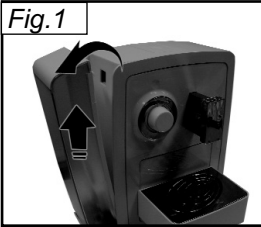
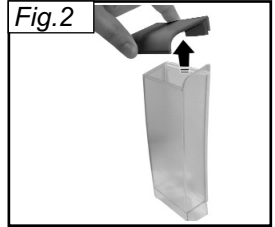
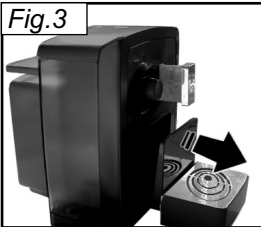

Fig.2
Fig.3
Fig.4
- Aprire il coperchio serbatoio (2) (fig.2) e sciogliere il serbatoio (1) con acqua fredda e pulita.
- Riempire il serbatoio (1) solo con acqua fredda e pulita, riposizionarlo nella macchina e chiudere il coperchio. Per riempire il serbatoio non utilizzare acqua gasata o altri liquidi.
- Inserire la spina del cavo di alimentazione (12) in una presa idonea dotata di collegamento a terra.
- Accendere l'apparecchio premendo l'interruttore generale (3). Nella fase di riscaldamento i 4 indicatori lunghezza bevanda (10) si accendono in sequenza.
- Al raggiungimento della temperatura di esercizio ottimale, si accende fisso il sensore erogatore (8) e l'indicatore (10) corrispondente alla lunghezza selezionata.
Per regolare l'altezza del piano, sollevare ed estrarre il cassetto raccogliitore (11) dall'apparecchio (fig.3), sfilare dal vano raccogli liquidi (11c) il piano appoggia tazza (11a) come mostrato in fig.4, quindi reinserirlo nella posizione più adatta e spingendolo verso il basso.